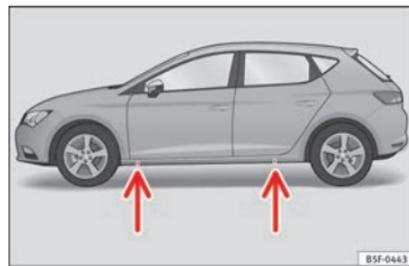

Fig. 52 Puntos de anclaje del gato
- (1) Adaptador para el seguro del tornillo de rueda*
- (2) Argolla de remolque
- (3) Llave de rueda*
- (4) Manivela del gato
- (5) Gato elevador*
- Coloque el gato en los puntos de apoyo previstos en el larguero ►► **fig. 52**.